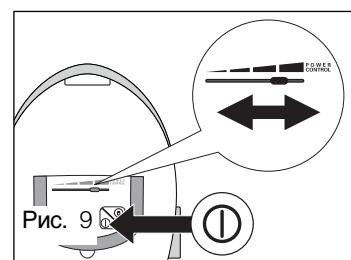

Рис. 9
Модели с выключателем Вкл./Выкл (ON/OFF) и регулятором мощности (L) (рис. 9)